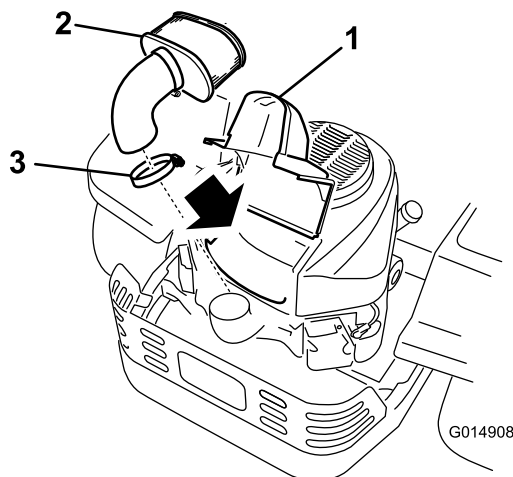

Figure 31
4. Soulevez le couvercle et déposez le collier qui fixe le filtre à air au moteur (Figure 31).
5. Desserrez le collier de flexible et retirez l'élément en papier (Figure 31).